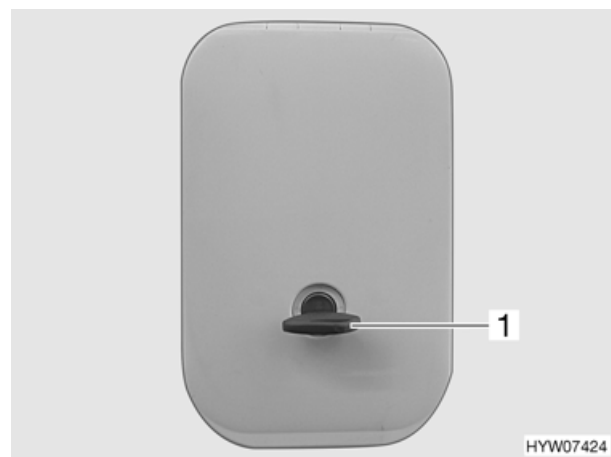

Bild 24 Klappenschloss (Variante 2)
- Schlüssel in Schließzylinder (Bild 24,1) stecken.